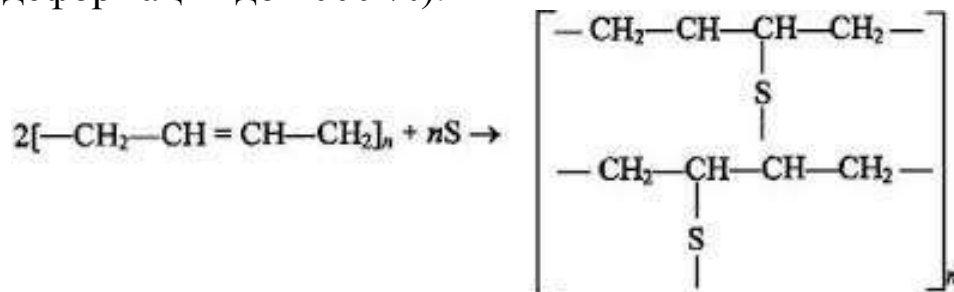

Рис. 5. Процесс вулканизации
*Резины* – продукты вулканизации каучуков, являющиеся многокомпонентными материалами. *Вулканизация* – это процесс химического взаимодействия каучука с серой. В процессе вулканизации (рис. 5) между макромолекулами образуются попереч-